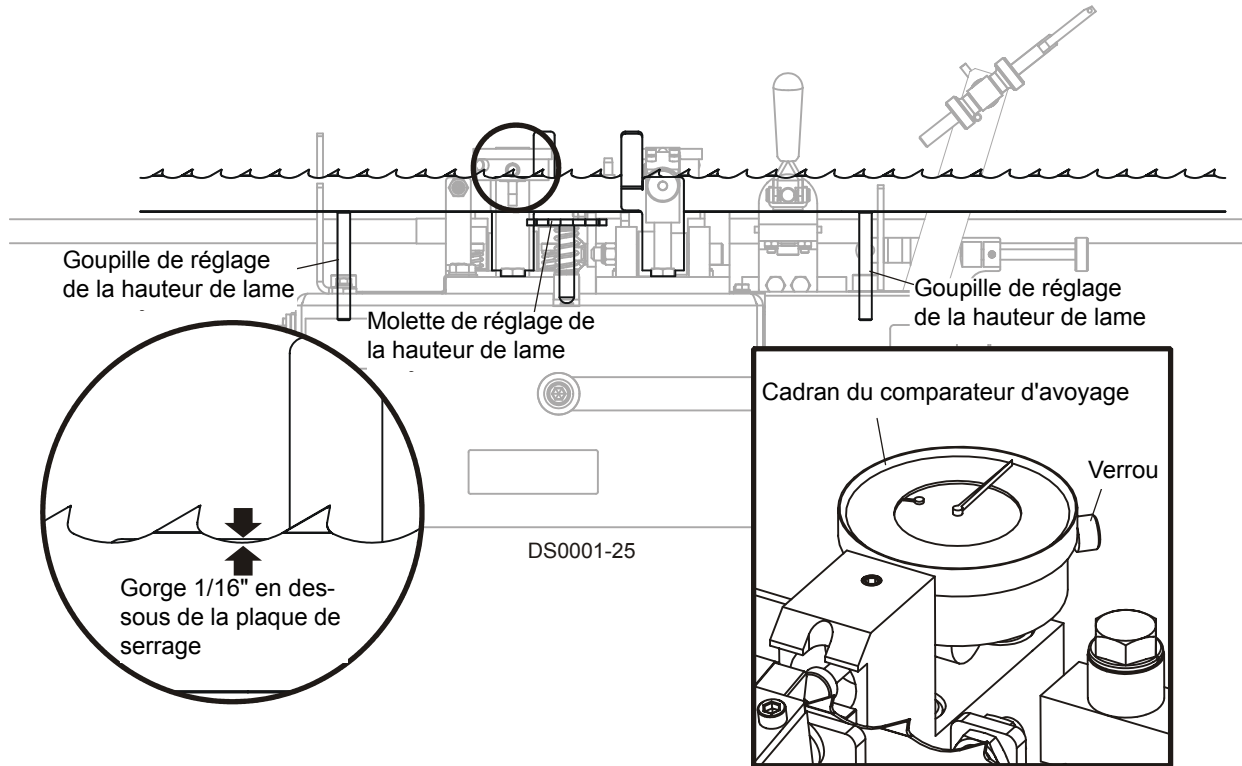

FIG. 3-10
**Voir Figure 3-10.** Ajustez les goupilles de réglage de hauteur de la lame de façon à ce que la gorge de la lame soit positionnée approximativement 1/16" en-dessous de chaque plaque de serrage de l'avoyeuse. Poussez le levier de serrage en position fermée et